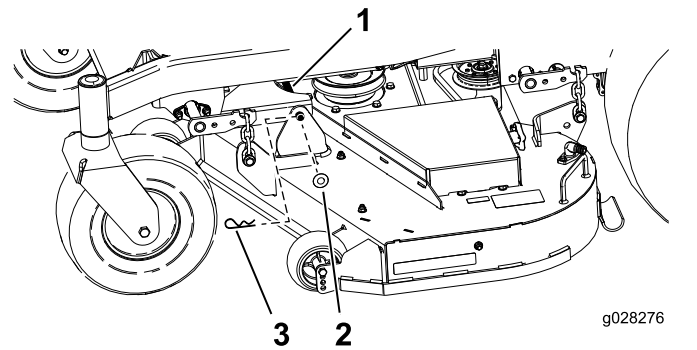

Figura 73
- Retire la chaveta y la arandela que sujetan el pasador de enganche al bastidor y a la carcasa; retire el pasador de enganche (Figura 73).
9. Sujete el perno de enganche con las chavetas y las arandelas que retiró anteriormente (Figura 73).